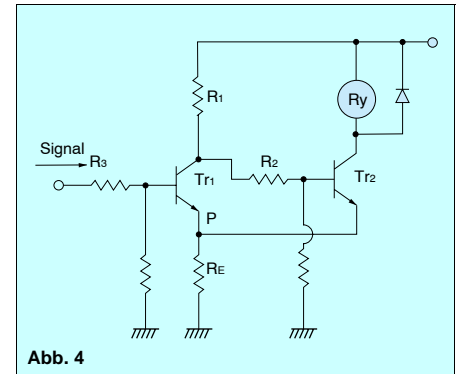

Abb. 4
3. Wenn das Eingangssignal aufgrund der Welligkeit ein Klappern des Relais erzeugt, sollte vor der Schmitt-Trigger-Schaltung ein RC-Glied eingesetzt werden. (Dadurch sinkt jedoch die Schaltgeschwindigkeit). (Abb. 4)